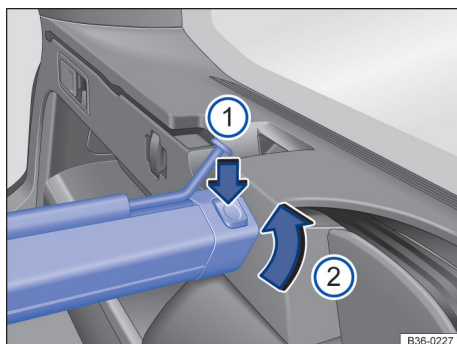

Fig. 186 No compartimento de bagagem: remover a rede divisória.
- Pressionar o botão de destravamento esquerdo ou direito → Fig. 186 ① na direção da seta.
- Retirar a caixa na direção da seta → Fig. 186 ②, tirando-a do suporte.
- Introduzir a carcaça à esquerda e direita em sentido contrário à seta → Fig. 186 ② no suporte. A carcaça se encaixa.
As marcações vermelhas nos botões de destravamento → Fig. 186 ① já não podem mais ser visíveis.